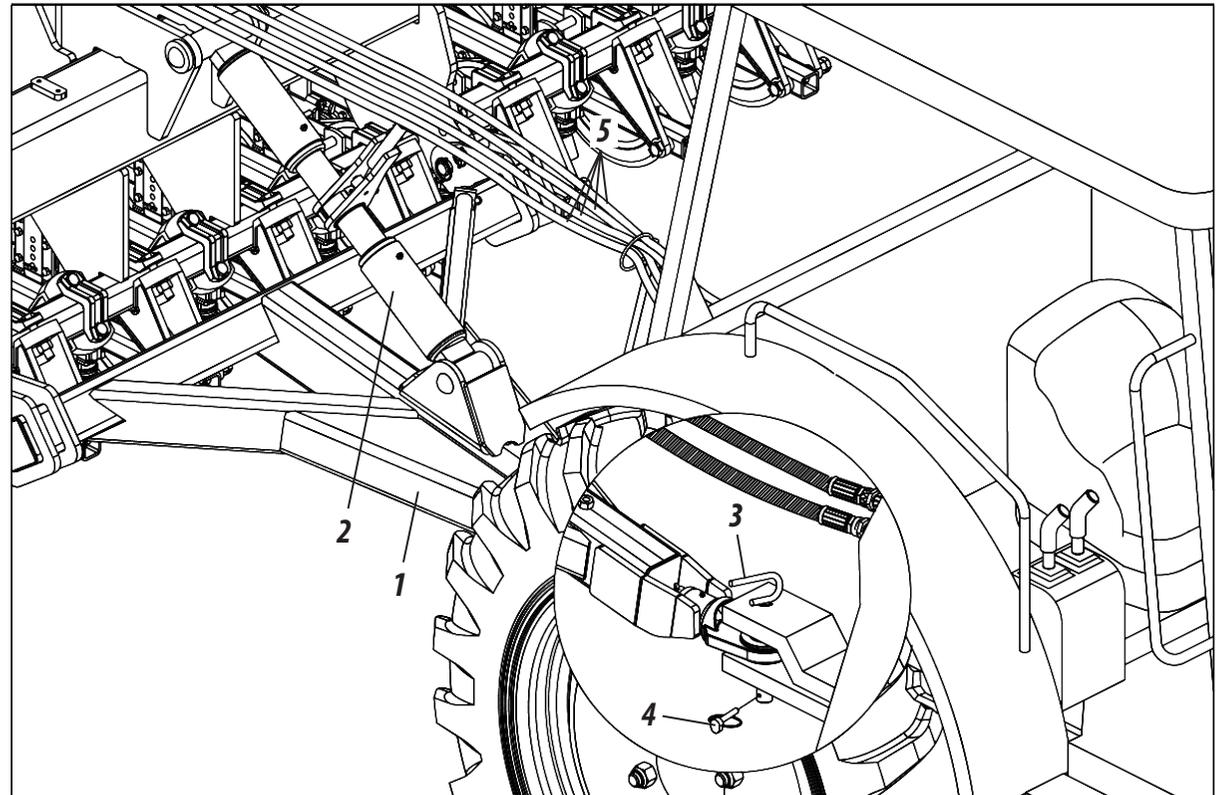

Figura 17
**ACOPLAMIENTO AL TRACTOR (FIGURA 17)**
- 2- Luego, nivele el cabezal de enganche (1) de la sembradora en relación a la barra de tiro del tractor a través del regulador (2). A continuación, aproxime cuidadosamente el tractor marcha atrás a la sembradora, prestando atención al uso de los frenos.
- 3- Acople el cabezal de enganche (1) al tractor, fijándolo a través del perno de acoplamiento (3) y pestillo (4).
- 4- Posteriormente, conecte el resto de las mangueras (5) en el acople rápido del tractor, **como se muestra en la figura 17.**